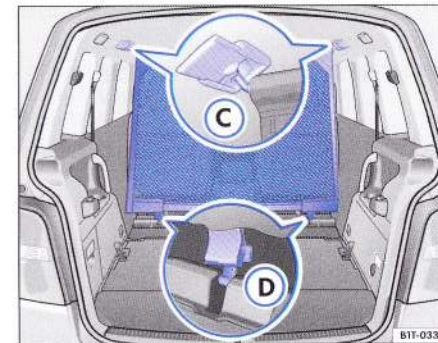

Fig. 105 Peretele despărțitor în spatele scaunelor din față
- Deschideți clapetele ⇒ fig. 105 ① din față din plafon pentru a avea acces la locașele de prindere ale peretelui despărțitor.
- Fixați peretele mai întâi în elementul de pe partea stângă ③. Atenție ca bara transversală să fie trasă în jos.
- Fixați peretele cu clamele ④ în inelele de prindere.